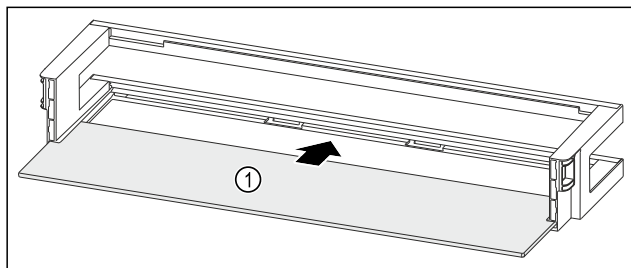

Fig. 86 Türabsteller mit Ablagefläche
- ▶ Ablagefläche Fig. 86 (1) in die seitlichen Einsparungen einschieben.